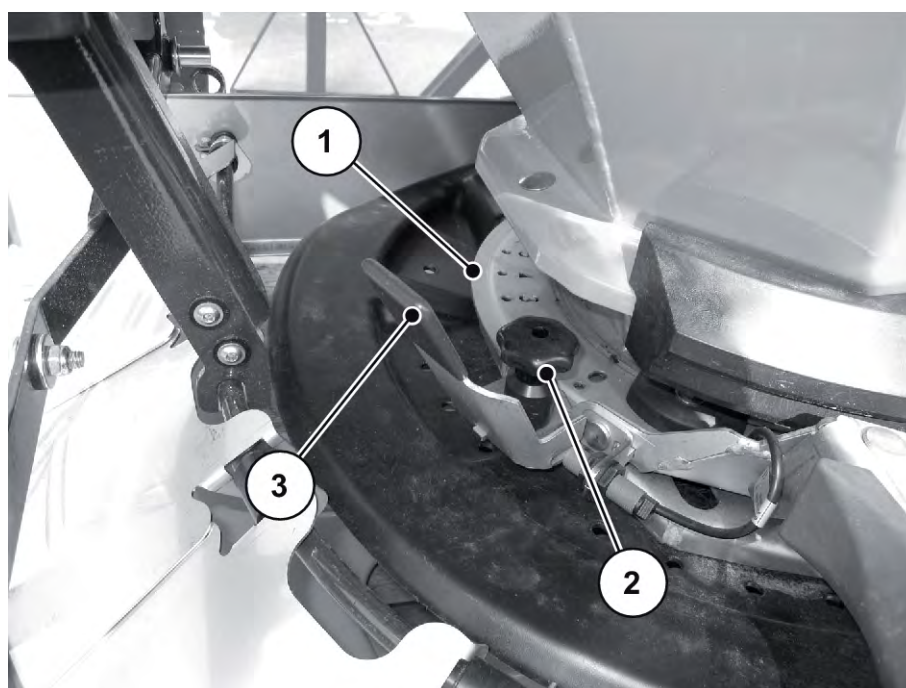

Fig. 30: Inställning av halvsidesspjället
- ▶ Stäng halvsidesspjället. Se *Fig. 30 Inställning av halvsidesspjället*